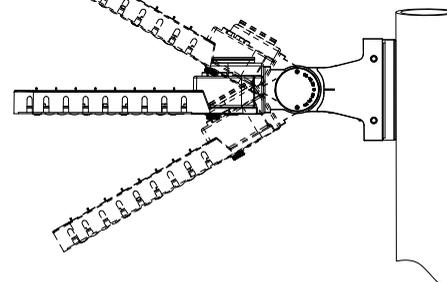

FIG. 6
4. Pour orienter le luminaire, desserrez le boulon central d'articulation M12x40 sur le bras, orientez de 0 à 60° vers le haut ou vers le bas (voir la **FIG. 6**)